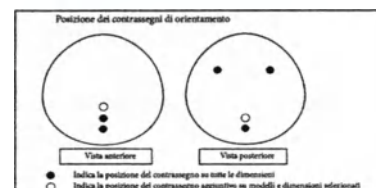

FIGURA 1
- Natrelle*® 150 è dotato di una mini unità di iniezione remota auto-sigillante, compatibile con la risonanza magnetica (RM), con una protezione in titanio per l'ago che impedisce la perforazione accidentale della base dell'unità stessa.
- Le protesi mammarie *Natrelle*® in gel a singolo lume anatomiche sono dotate di contrassegni di orientamento per facilitare il corretto posizionamento della protesi durante l'intervento chirurgico (vedere Figura 1).